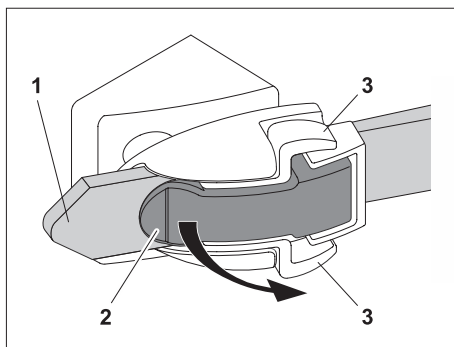

Fig. 37: Antena con bola de marcado - Cierre de la banda de trinquete
2. Afloje la banda de trinquete (fig. 37).